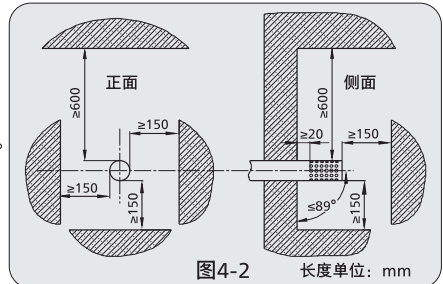

图4-2
- 8、排气管出口必须设置在室外。热水器使用时，排气管出口可能有冷凝水滴落，安装时应注意不要影响他人。排气管出口距周围物体的间距如图4-2所示。